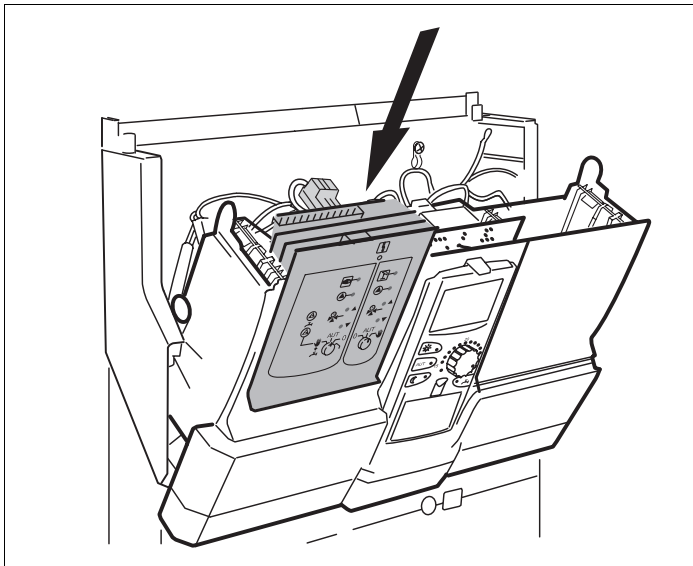

Рис. 6 Установка модуля
- Новый модуль вставьте сверху в свободный разъем, нажимая на планку датчиков (рис. 6). Убедитесь, что модуль хорошо встал на место.